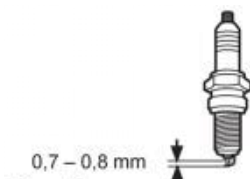

Fig. 79
6. Vérifiez l'écartement des électrodes de la bougie. Il doit être de 0,7 à 0,8 mm (Fig. 79).